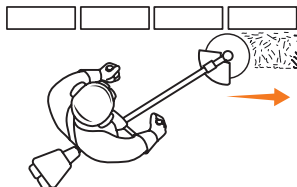

Рис. 13
- При кошении вдоль ограждений ведите триммер катушкой левой стороной к ограждению и следите, чтобы леска не касалась ограждения (Рис. 13). Для исключения обрыва лески используйте режим на невысоких оборотах двигателя.